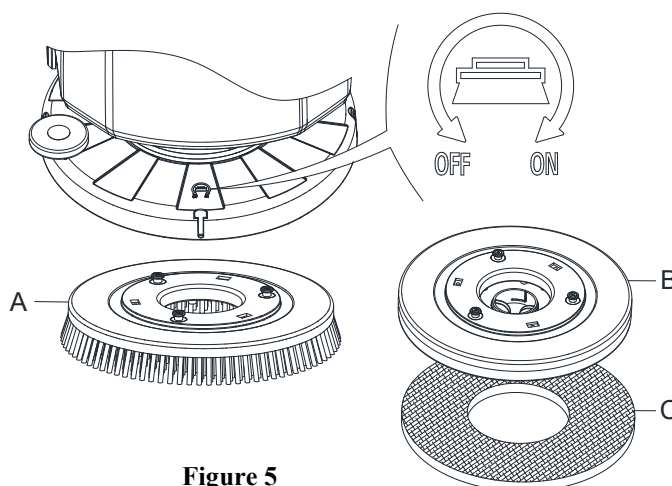

Figure 5
Installer soit la brosse (A, Figure 5) ou le support de disque (B et C, Figure 5) selon le type de sol à nettoyer.
3. Placez les brosses (A, Figure 5) ou le support de disque (B, Figure 5) sous le plateau (12, Figure 1).
7. Si l'étape n° 6 ci-dessus s'avère difficile, utilisez la méthode manuelle en tournant la tête de lavage dans la direction opposée au sens de rotation normal et il peut être retiré. (cf. la Figure 5)